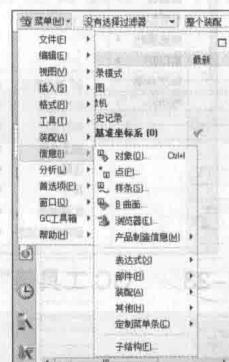

图1-19 “信息”菜单
- “信息”菜单：该菜单主要用于查询相关信息，包括对象、部件以及装配等信息，如图1-19所示。